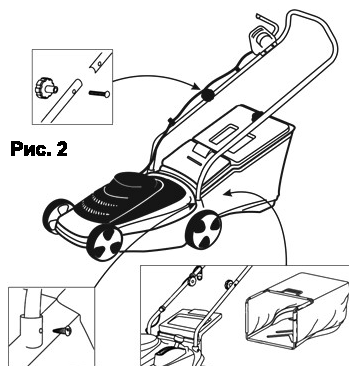

Рис. 2
- Установите нижние стойки рукоятки управления в посадочные отверстия на корпусе косилки. Зафиксируйте положение винтами (см. Рис.2)